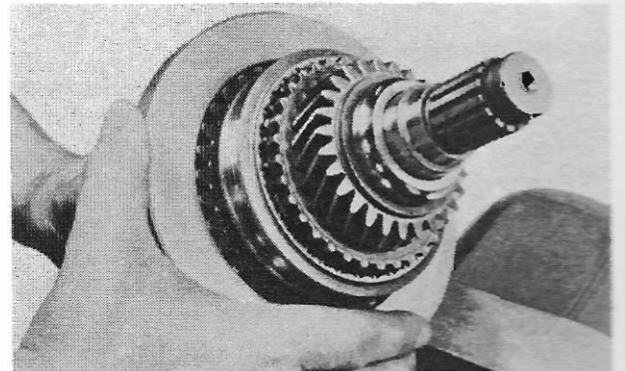

Abb. 18
Gangrad (417) legen (Abb. 18).